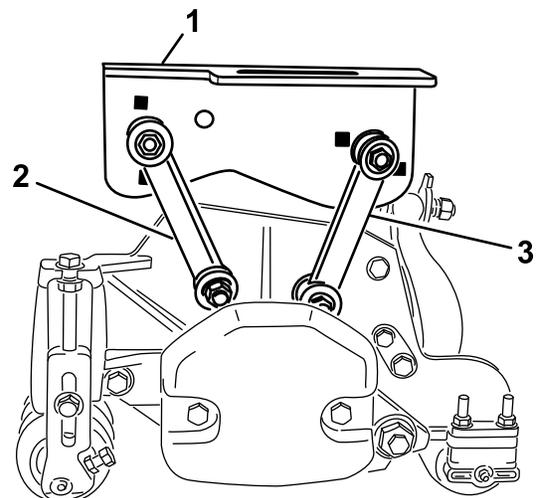

Figure 17
- Fixez les biellettes de montage avant dans les trous du bâti porteur central au moyen d'un boulon (3/8 x 2-1/4 po), de 2 rondelles plates et d'un contre-écrou, comme montré à la Figure 17. Placez une rondelle de chaque côté de la biellette lors du montage. Serrez les fixations à 42 N m.
- Fixez les biellettes de montage arrière dans les trous du bâti porteur central au moyen d'un boulon (3/8 x 2-1/4 po), de 2 rondelles plates et d'un contre-écrou, comme montré à la Figure 17. Placez une rondelle de chaque côté de la biellette lors du montage. Serrez les fixations à 42 N m.